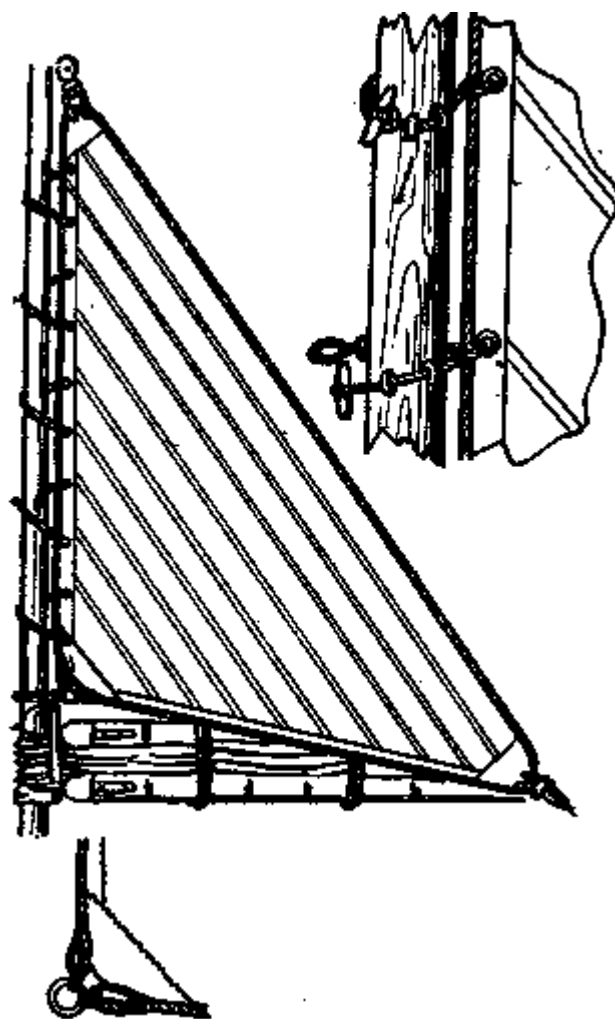

Рис. 49. Трисель
**Трисель (рис. 49)** ставят вместо грота и поднимают грота-фалом (при бермудском вооружении) или гарделью (при гафельном). Управляется он **трисель-шкотом**, заложенным на шкотовый угол и проведенным на корму яхты таким образом, чтобы линия тяги шкота делила шкотовый угол триселя примерно пополам.